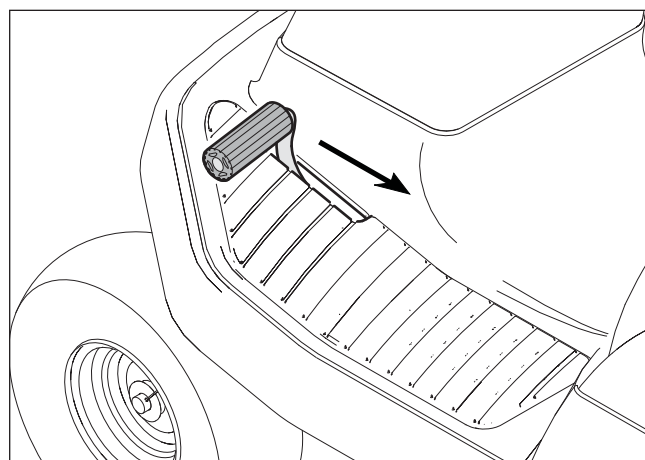

Figura 13
2. Levante lentamente o seu pé esquerdo do pedal do travão (consulte a **Figura 13**).
1. Carregue totalmente no pedal de embraiagem/travão (consulte a **Figura 13**).
1. Empurre completamente o pedal de embraiagem/travão para a frente para parar a unidade (consulte a Figura 13). Mantenha o pé no pedal.